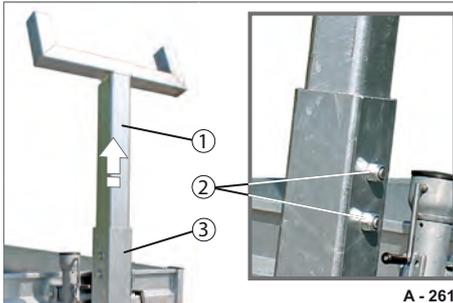

Abb. 197 U-Rohrgabel
- ▶ Verschraubung (Abb. 197/2) am Ständer lösen.
- ▶ U-Rohrgabel (Abb. 197/1) nach oben herausziehen.